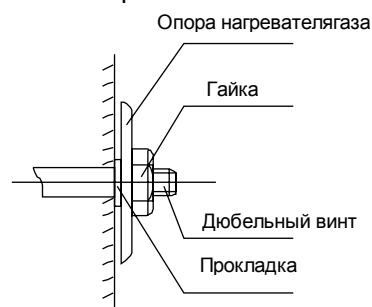

Рис. 6
- 1.2 Подвесить нагреватель на винтах и закрепить гайками, как показано на рис. 6.